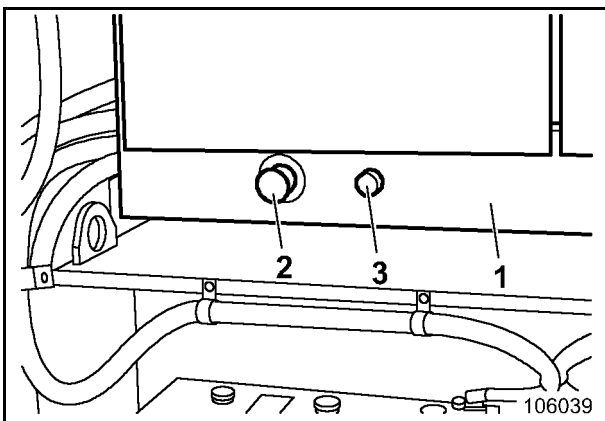

Fig. 2-20:
- im Schaltschrank (2, Fig. 2-20:)
- ➔ Taster (2, Fig. 2-20:) herausziehen